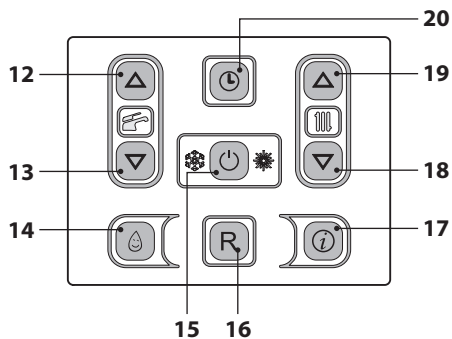

Figura 6.7
- Tenere premuto per 2 secondi il tasto 15 fino a far apparire sul display entrambi i simboli  e  (Figura 6.7).
- Spegnerne la caldaia tenendo premuto per 2 secondi il tasto 15 (Figura 6.7) fino a far apparire sul display LCD il simbolo - - - - (Figura 6.6).